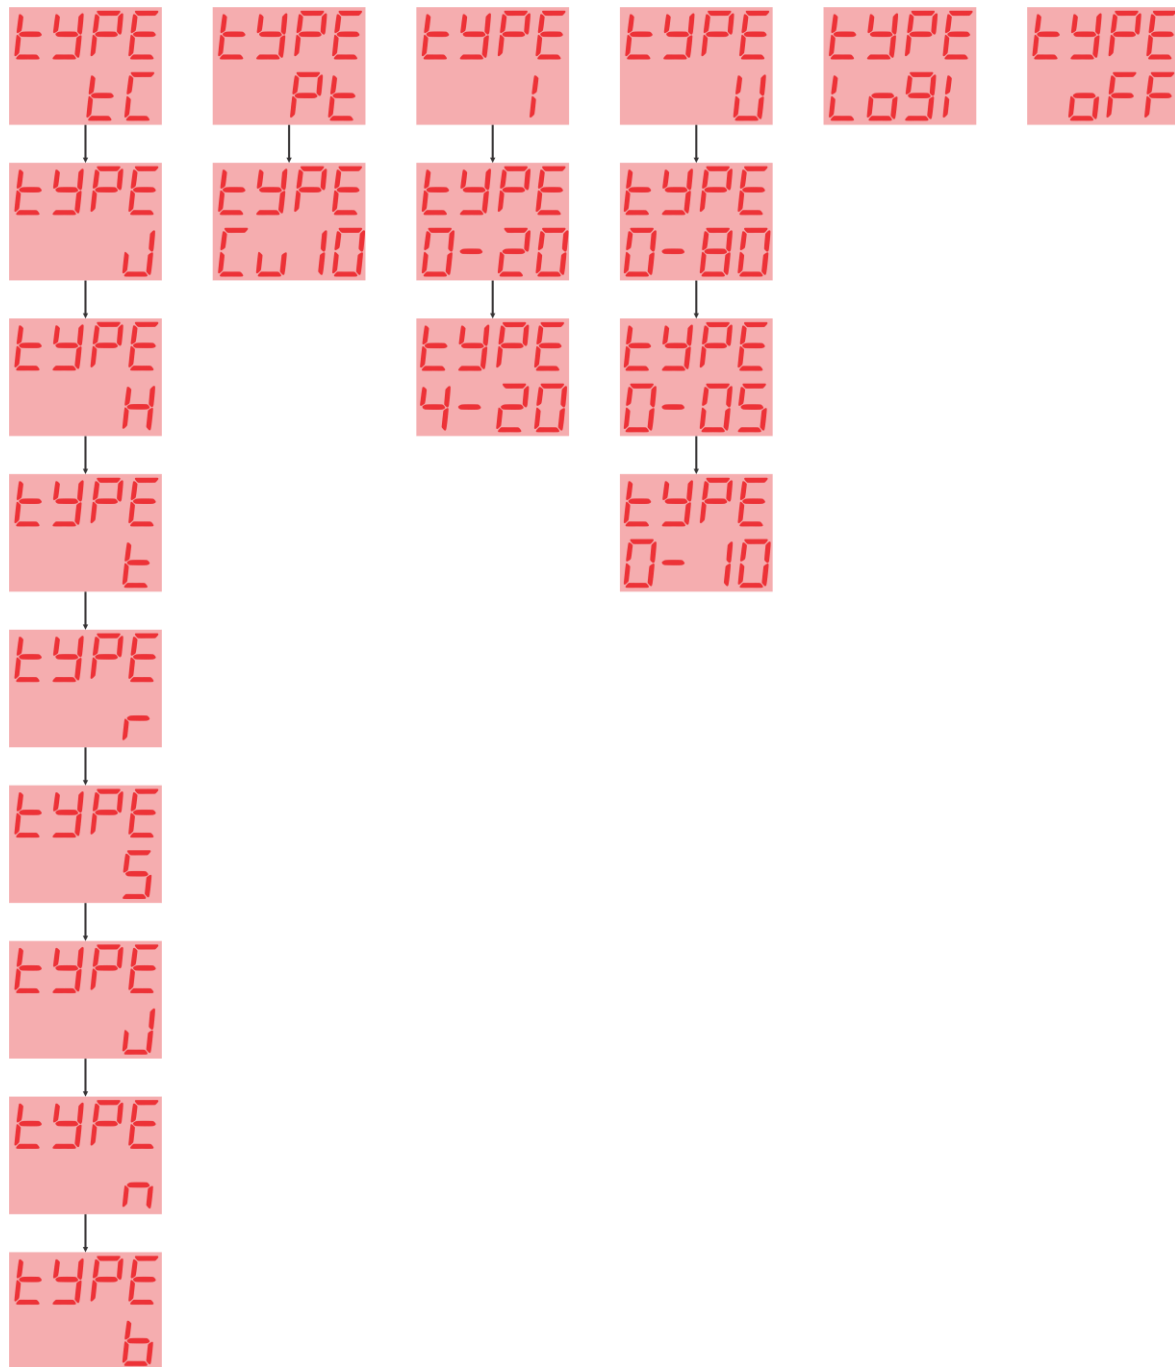

Figura 1 - Tipos de entrada
A seleção do tipo de entrada obedecerá duas fases, a primeira é necessário selecionar a classe da entrada a ser configurada, se é Termopar (TC), PT-100 (PT), corrente (I), tensão (V), lógica (Logi) ou desligada (oFF) e em seguida o range da entrada para a classe selecionada. Vide seqüência na Figura 1.